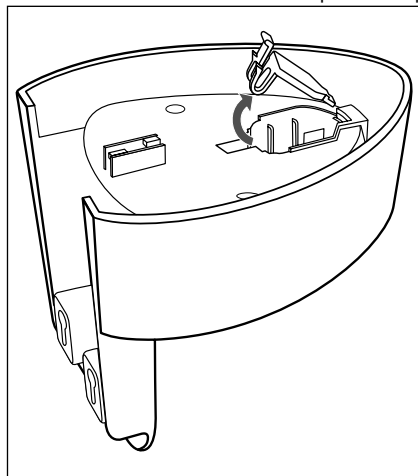

Fig. 1
- Assicurarsi che nella parete non si trovino linee di corrente o di altro tipo, ovvero tubi, prima di eseguire i fori per il supporto a parete ③. Sussiste il pericolo di morte se si fora una linea di corrente!
- 1) Inserire lo spinotto cavo ⑤ dell'alimentatore ④ nel supporto a parete ③ come descritto nella seguente illustrazione:
- Aprire la piccola copertura (fig. 1).